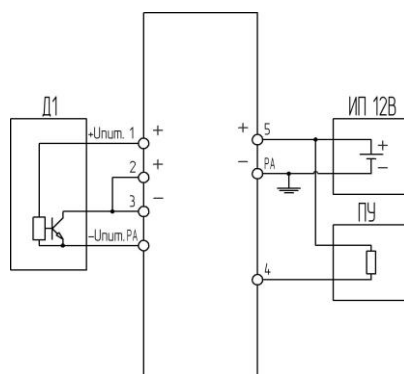

Рисунок 3 - Схема подключения активного датчика с выходом типа «открытый коллектор»
- 4.3.1 На **Рисунок 3** (см. **п. 9 «Схемы подключения»**) изображена схема подключения активного датчика с выходом типа открытый коллектор.